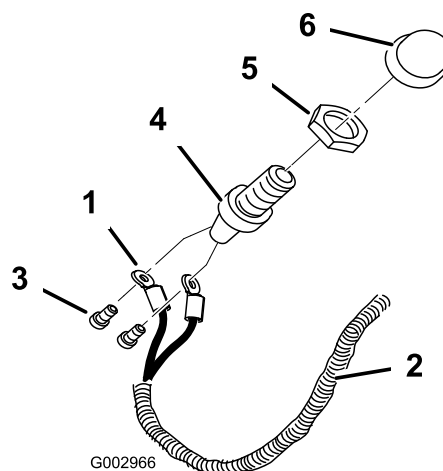

図 17
3. ワイヤハーネスの端部からでている白線と赤線を、ホーンスイッチの裏側に接続する；付属のねじ 2 本を使用する (図 17)。